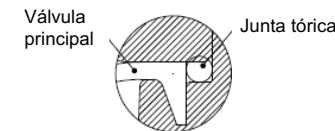

Figura 20. Posición de la junta tórica
- Después de la instalación, compruebe que la junta tórica está correctamente asentada en la ranura (véase la Figura 20). Si está fuera de la ranura, pueden producirse fugas externas o un fallo de funcionamiento.